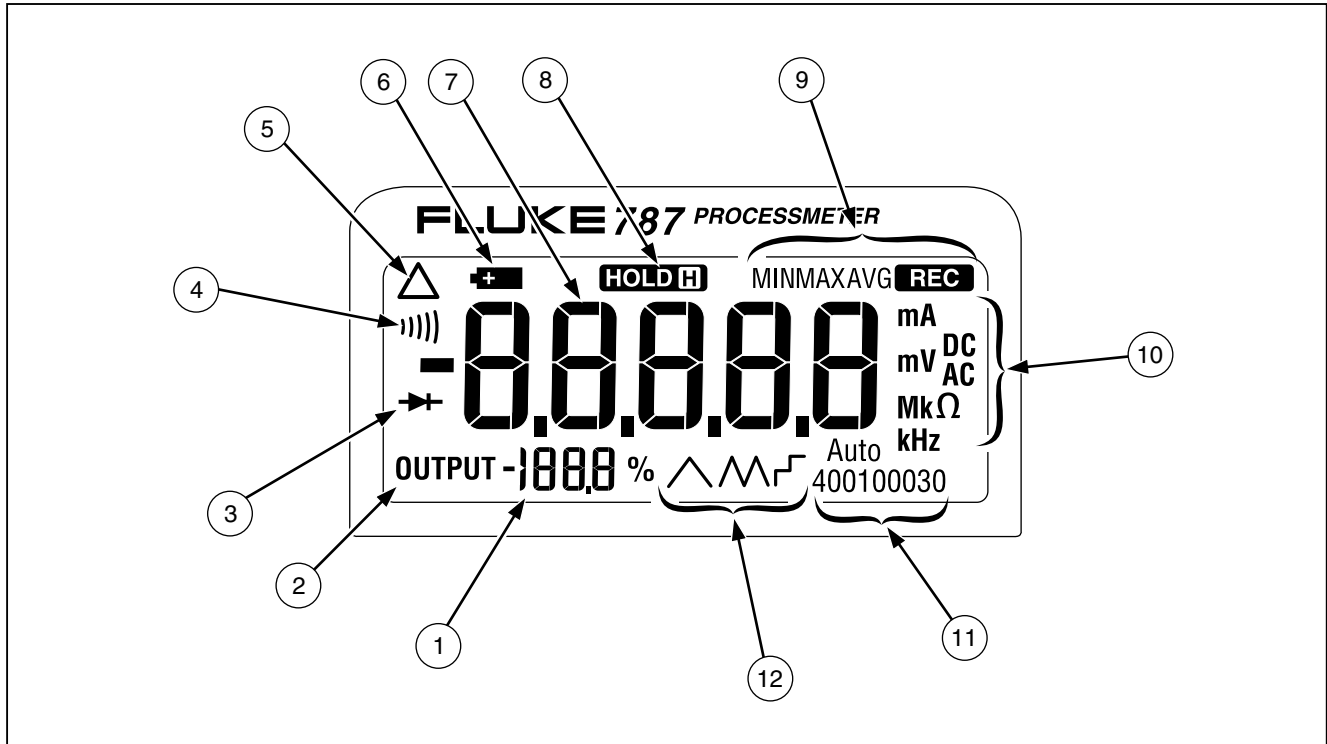

Figura 6. Elementos de la pantalla
- La figura 6 y tabla 6 explican qué es lo que indican cada uno de los elementos de la pantalla.